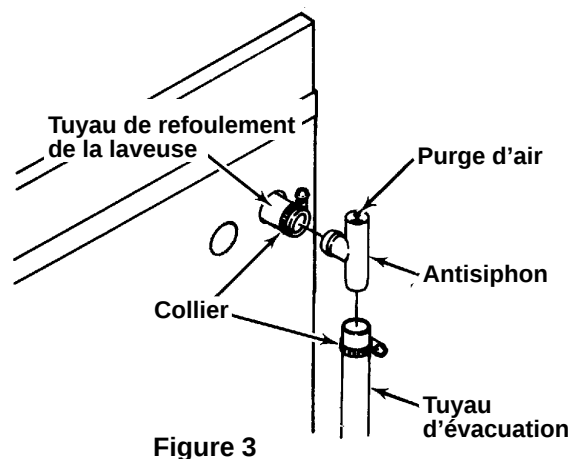

Figure 3
2. À l'aide du collier fourni, brancher l'antisiphon sur le tuyau de refoulement de la laveuse. Voir la Figure 3.
3. À l'aide du collier fourni, brancher le tuyau d'évacuation sur l'antisiphon, comme il est illustré à la Figure 3. Le couper à la longueur voulue pour qu'il s'adapte à l'installation d'évacuation.